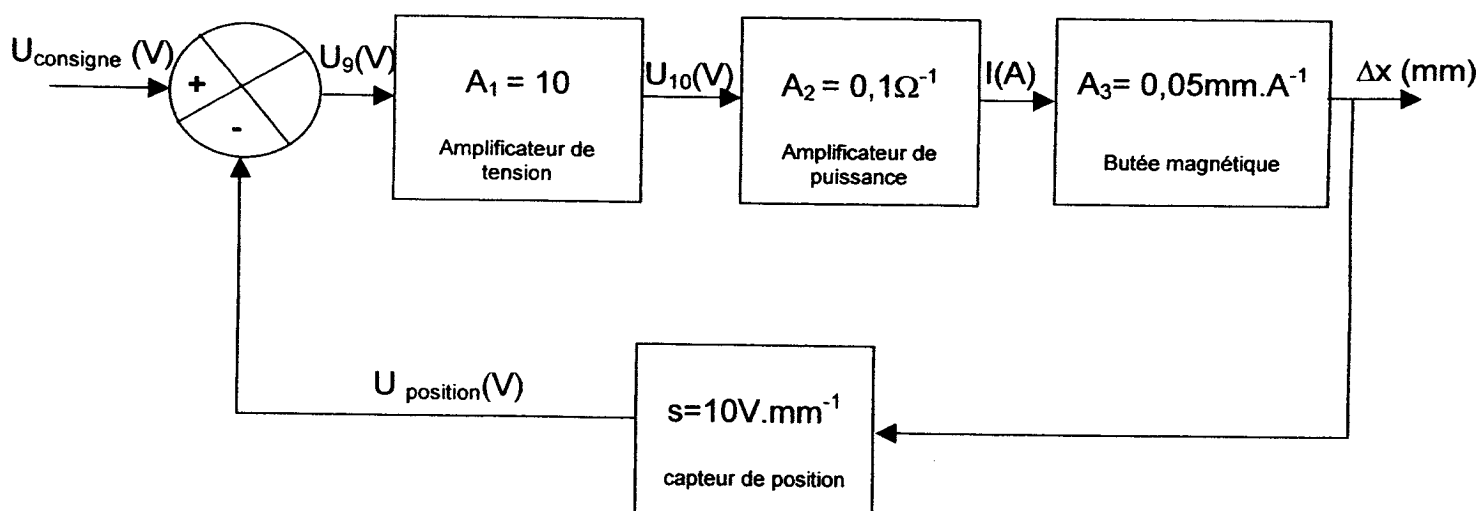

Figure 15 : système bouclé
7. Étude du système bouclé (voir figure 15)